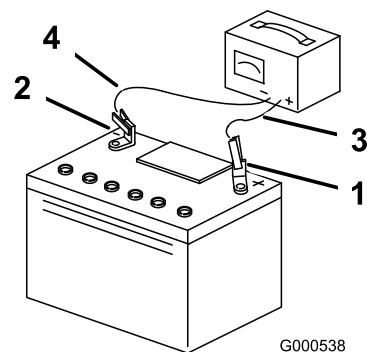

Figura 55
- Quando a bateria estiver totalmente carregada, desligue o carregador da tomada elétrica e em seguida desligue os cabos do carregador dos bornes da bateria (Figura 55).